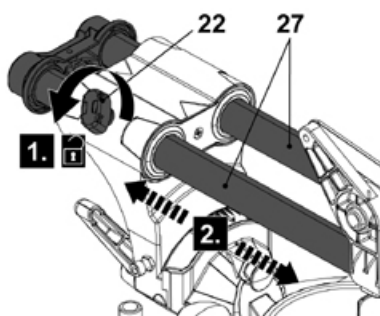

Fig. 10
- > Desaperte o botão de bloqueio da corrediça (22) (Fig. 10, passo 1) para permitir que a cabeça de corte deslize livremente (passo 2) na barra deslizante (27).